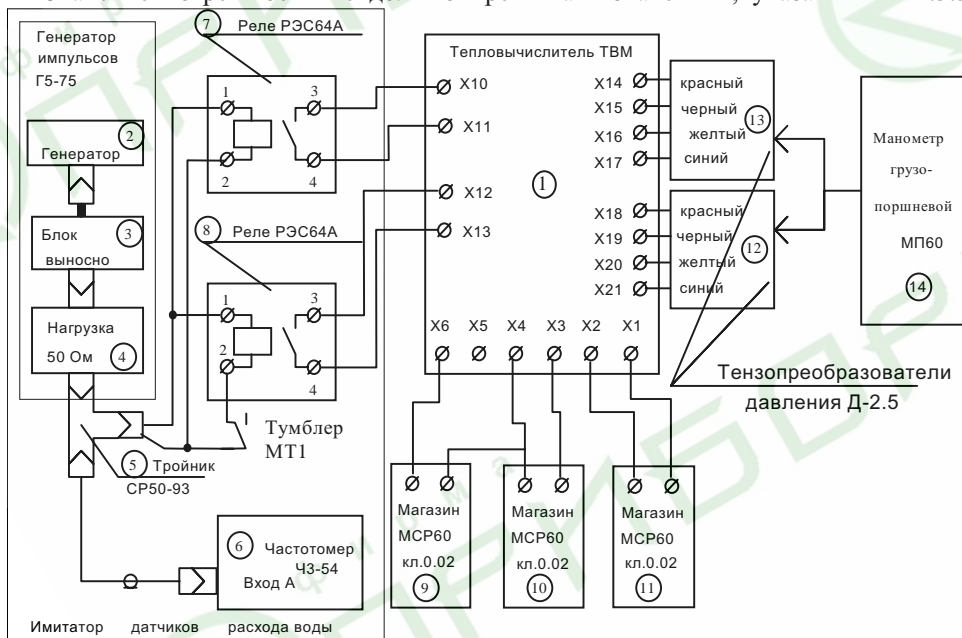

Рис.6А. Пример схемы соединений тепловычислителя ТВМ3 и измерительного оборудования при проведении поверки.
10.5.3.1. Для выполнения поверки к входам измерения температур подключают магазины сопротивлений, к входам измерения расходов - имитаторы водомеров, к тензодатчикам давления - грузопоршневой манометр, к входам 4-20 мА - задатчики тока. Количество и виды имитаторов определяются конфигурацией, в которой будет проводиться поверка. Например, на рис.6А показана схема для конфигурации ТВМ3-3/100П-2/2.5-Т, а на Рис.6Б схема поверки для прибора ТВМ5М-4/100П-5/2-2М(2Д)-4С-6/1,6-4:20 (имитаторы входов типа «сухой контакт» для простоты не показаны). При поверке ТВМ5, с целью уменьшения количества приборов в
**Примечание:** При поверке ТВМЗ, предназначенного для применения в закрытой схеме теплоснабжения, допускается не использовать магазин поз.11 (Рис.6А), устанавливая перемычки на входы преобразователей температуры согласно Рис.10, Рис.11.
Рис.6Б. Пример схемы соединений теплового счетчика ТВМ5М-4/100П-5/2-2М(2Д)-4С-6/1,6-4:20, работающего со счетчиками расхода воды, имеющими частотный выход и измерительного оборудования при проведении поверки.
Для выполнения поверки ТВМ собирается схема, где датчики расхода воды заменяются имитаторами. Имитатор расходомера (см. Рис.6А) с выходом типа «сухой контакт» состоит из генератора импульсов Г5-75, частотомера ЧЗ-54, и реле РЭС64А, однако допустимо применение другого имитатора, имеющего необходимые характеристики.
В схеме на Рис.6Б генератор импульсов Г5-54 (позиция 6) используется для имитации работы счетчиков расхода с частотным выходом.